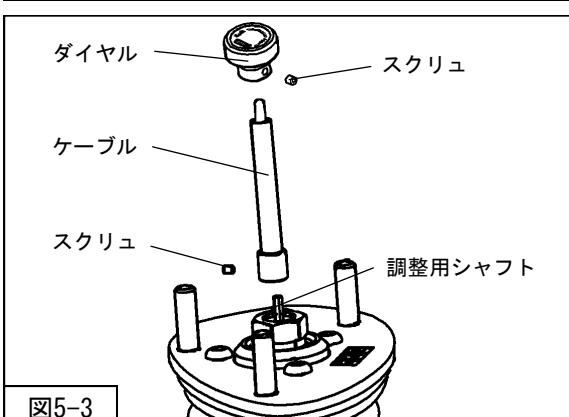

図5-3
- 減衰力調整ケーブル（短・同梱品）からダイヤルを取り外し、リアサスペンションASSY先端の調整用シャフトにケーブルを取り付けてください。（図5-3）
スクリュの締付けは六角レンチ（1.5mm・同梱品）を使用してください。（図5-3）